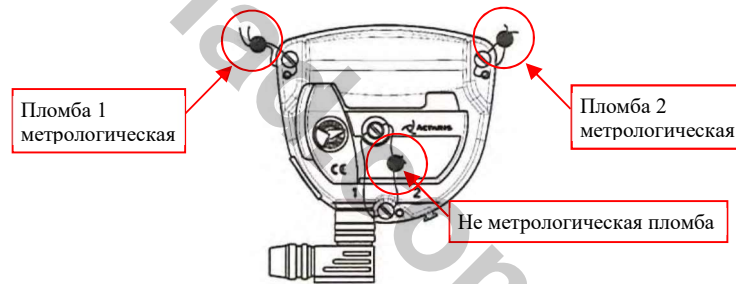

Рисунок 17. Расположение пломб с нанесенным на них клеймом официального метрологического органа
6.1 Перед началом работ по монтажу счетчика необходимо изучить настоящий паспорт счетчика и проверить наличие метрологических пломб с нанесенными на них клеймами официального метрологического органа завода-изготовителя на отсчетном устройстве (см. Рис. 17). При отсутствии пломб и клейм счетчик к эксплуатации не допускается.